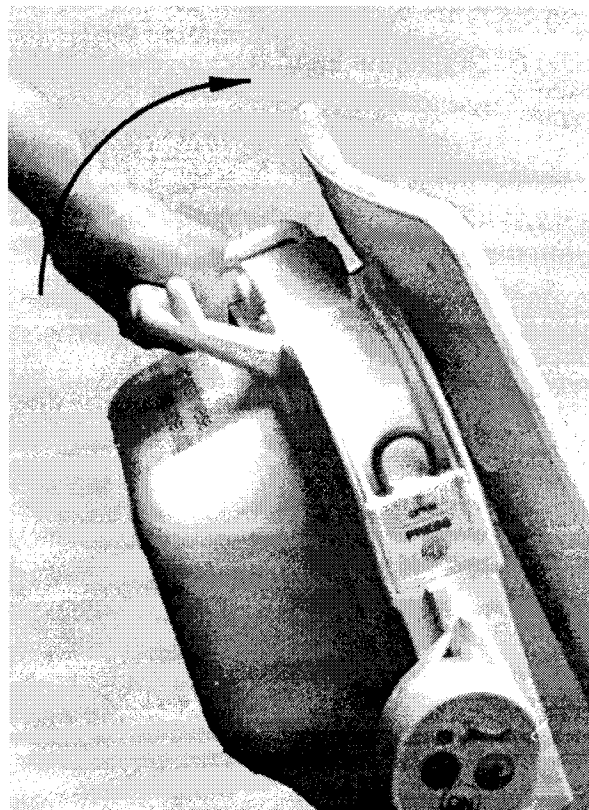

рис.4
**3. Модель с вращающейся ручкой на спинке подъемника (рис.4):**